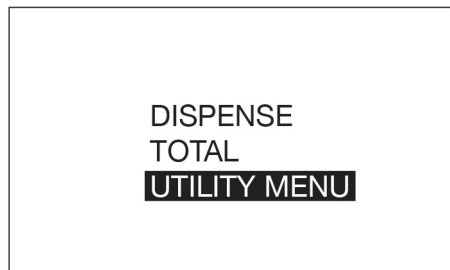

图 12
1. 使用键盘上的向上或向下箭头按钮高亮显示实用程序菜单（图 12），然后按键盘中央的 ENTER 按钮选择实用程序选项。